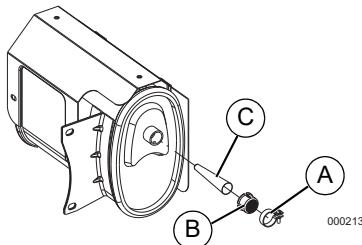

Figura 4-5. Pantalla del dispositivo antichispas
1. Afloje la abrazadera (A) y retire el tornillo. Consulte la **Figura 4-5**.
2. Revise la pantalla (B) y sustitúyala si está desgastada, perforada o dañada de alguna manera. Si la pantalla no está dañada, límpiala con un disolvente comercial.
3. Sustituya la pantalla del dispositivo antichispas (B) y el cono (C). Fíjela con la abrazadera (A) y el tornillo.